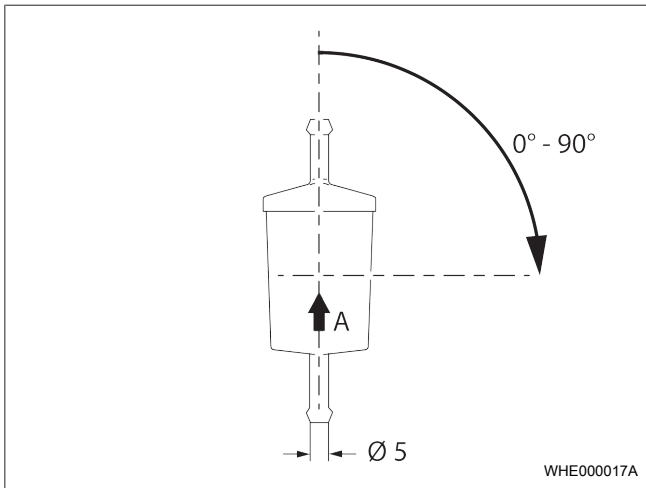

Fig. 13 Tillatt monteringsposisjon drivstoffilter
- ▶ Sørg for korrekt monteringssted. Vær oppmerksom på gjennomstrømningsretningen til drivstoffet (pilretning) i Fig. 13.